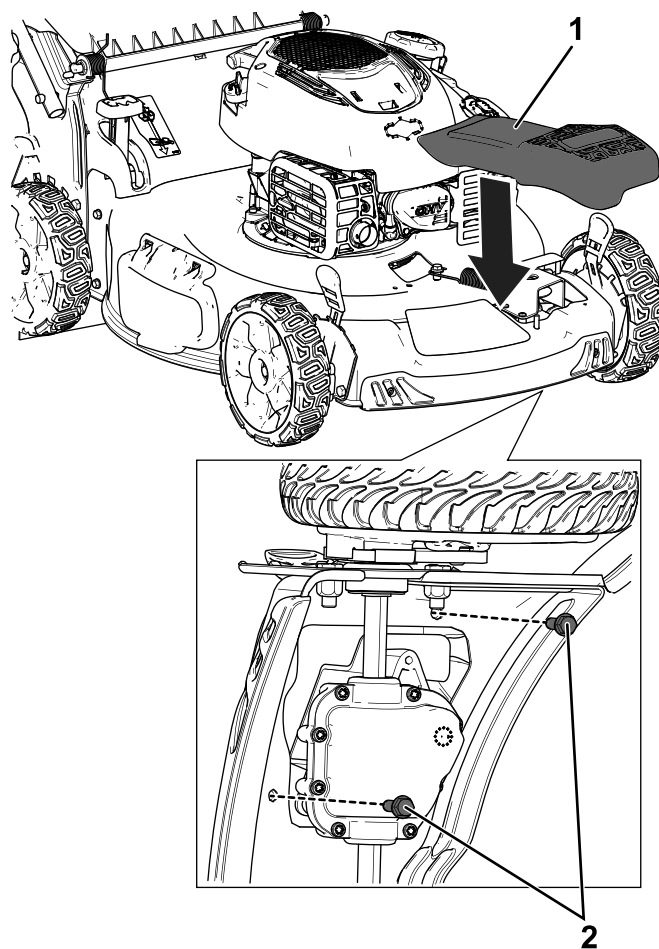

Figur 7
1. Montera 2 motorfästskruvar (3/8 x 1 tum) och dra åt dem till 45 N·m (Figur 7).